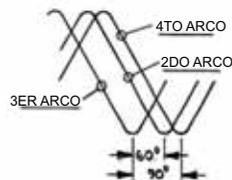

FIG. 1
- (A) UNA FORMA DE VERIFICAR EL ÁNGULO DE FASE Y SECUENCIA DE FASE ADECUADOS ES USAR UN OSCILOSCOPIO EN LA SIGUIENTE FORMA:
- 3). CONECTE LA ENTRADA DEL RANGO A CADA TOBERA DE CA Y ANOTE LA DIFERENCIA DE TIEMPO O FASE ENTRE LAS TRES. DEBERÁN VERSE COMO LA FIG. 1.